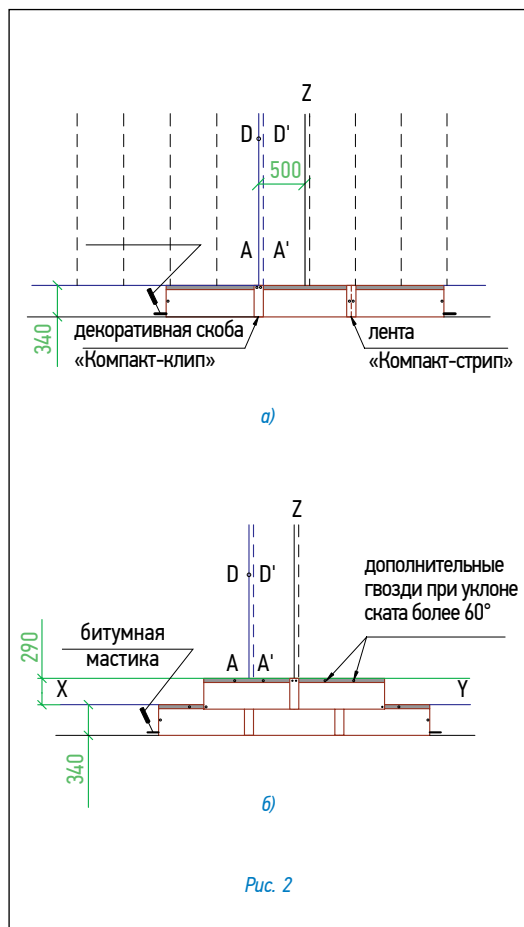

Рис. 2
Укладка материала (рис. 2)
- листы второго ряда черепицы укладываются от линии Z, их нижний край выравнивается по линии, параллельной XY; каждый лист фиксируется двумя гвоздями в 2,5 см от нижней стороны; стыки закрываются декоративными скобами «Компакт-клип», которые также фиксируются двумя гвоздями (рис. 2б);